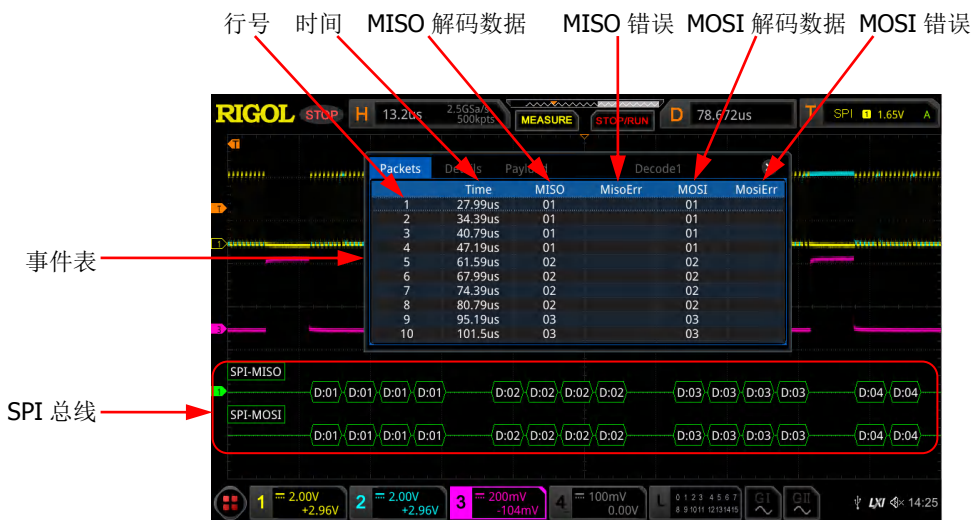

图 12-8 SPI 解码事件表
- 打开或关闭事件表：连续按 **事件表** 键，打开或关闭事件表显示。打开事件表，屏幕弹出如图 12-8 所示的事件表。您也可以用触摸屏功能触摸事件表右上方的图标  关闭事件表功能。